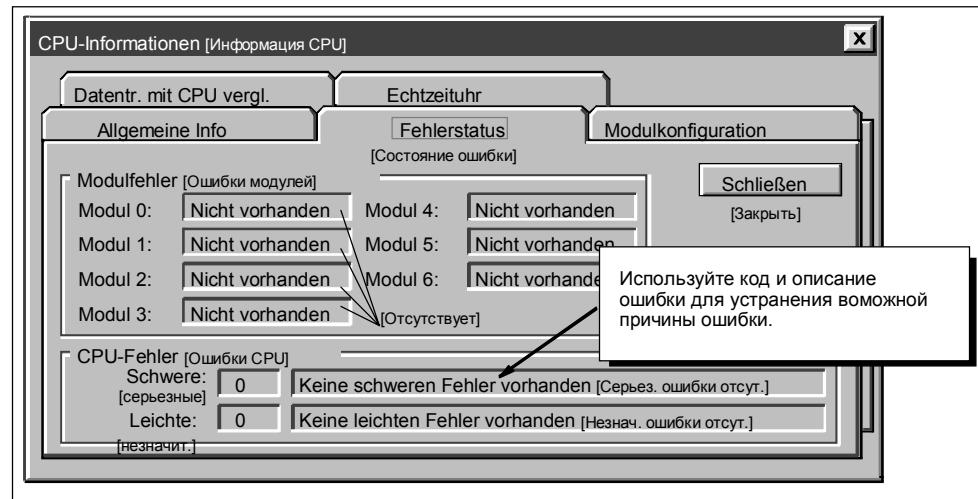

Рис. 5-17. Вкладка "Fehlerstatus" ("Состояние ошибки") в диалоговом окне "CPU-Informationen" ("Информация CPU")
CPU S7-200 подразделяет встречающиеся ошибки на серьезные (неисправимые) и незначительные (исправимые) ошибки. С помощью STEP 7-Micro/WIN можно отобразить те коды ошибок, которые были порождены встретившимися ошибками. На рис. 5-17 показано диалоговое окно "CPU-Informationen" ("Информация CPU"), в котором отображаются код и описание ошибки. Полный список всех кодов ошибок Вы найдете в приложении С.
Незначительные ошибки могут частично ограничивать работу CPU. Однако CPU и далее в состоянии обрабатывать программу и актуализировать входы и выходы. Вы можете с помощью STEP 7-Micro/WIN отобразить коды ошибок, которые были порождены незначительными ошибками (см. рис. 5-17). Есть три основные группы незначительных ошибок:
- Ошибки программирования на этапе выполнения: Вы (или Ваша программа) можете создать сбойную ситуацию во время исполнения программы. Например, косвенный указатель адреса, который при компиляции программы был действительным, во время обработки программы может быть изменен таким образом, что будет указывать на адрес вне допустимой области. Это рассматривается как ошибка программирования на этапе выполнения. Используя диалоговое окно "CPU-Informationen" ["Информация CPU"] (см. рис. 5-17), Вы можете установить, какой вид ошибки встретился.